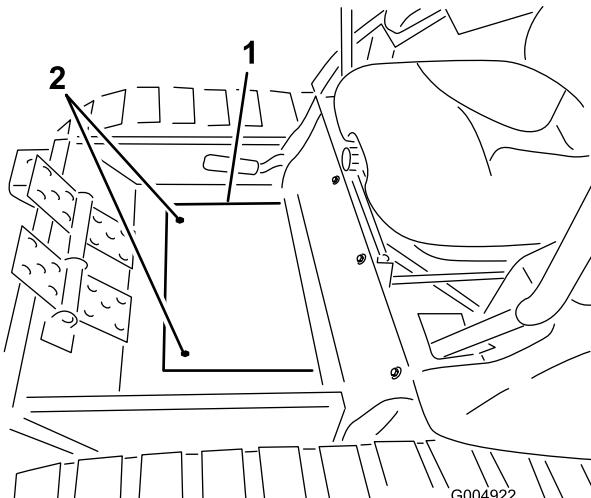

Figure 15
- Retirez les deux vis qui fixent la plaque couvercle de plancher au plancher et déposez la plaque (Figure 15).